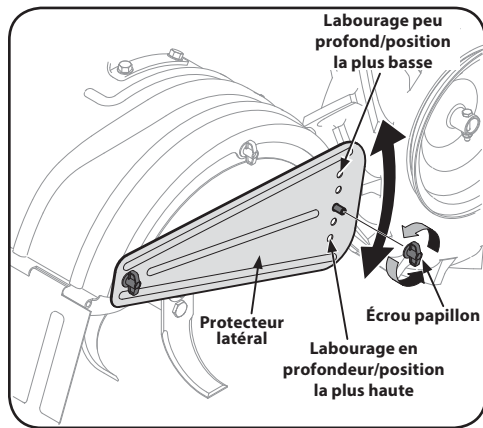

Figure 4-4
2. Pour labourer une section d'herbe ou pour effectuer un labourage peu profond, utilisez le réglage de profondeur d'un pouce (le deuxième trou à partir du haut). Abaissez les protecteurs latéraux à la position la plus basse. Voir Figure 4-4.
7. Retirez les écrous papillons pour ajuster les protecteurs latéraux. Placez les protecteurs latéraux à la position désirée et insérez les écrous papillons. Serrez bien. Voir Figure 4-4.